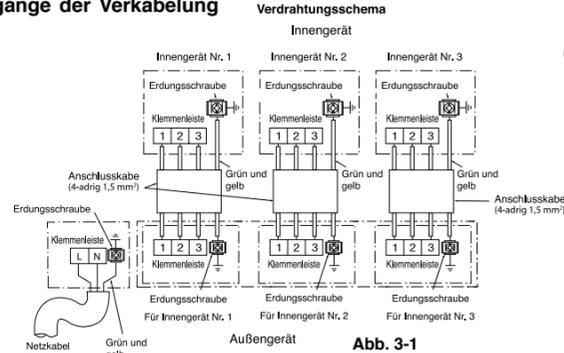

Abb. 3-1
- (1) Die elektrische Verdrahtung gemäß Abb. 3-1 zwischen dem Innengerät und dem Außengerät anschließen. Niemals die elektrische Verdrahtung falsch ausführen. In case of wrong connection, the unit does not operate properly and it may cause malfunction.
- (2) Das Verbindungskabel muss durch das Band am Anschlussklemmbrett befestigt werden.